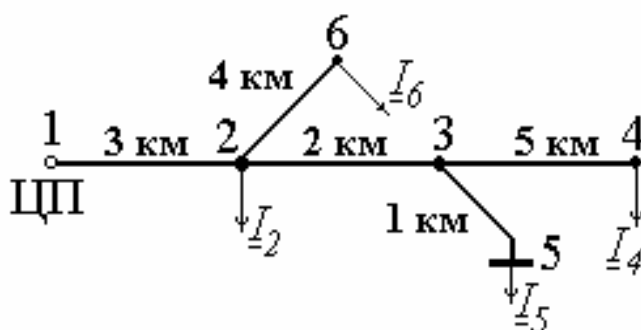

Рис. 36. Схема сети к задаче 11
**Задача 11.** Определить потери активной мощности и потери напряжения до наиболее удаленного пункта в сети 10 кВ, изображенной на рис. 36. Сеть выполнена проводом АС-70.
Длины участков в км указаны на схеме (рис. 36). Токи нагрузки в узлах составляют: